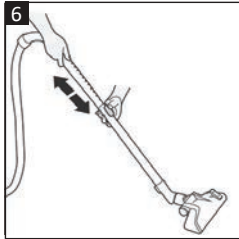

Рис. 6
- Зсуньте кнопку звільнення телескопічної трубки (21) в напрямку стрілки, нанесеної на кнопку, і утримуйте її, поки ви регулюєте телескопічну трубку на бажану довжину (рис. 6).